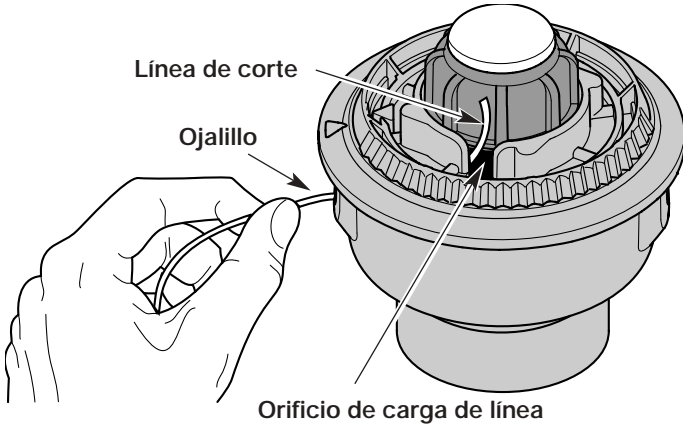

Fig. 13
3. Saque la línea vieja por los orificios de carga y de cierre de línea (Fig. 13 y 14).
4. Inserte una pieza de línea de corte dentro de uno de los ojalillos de la bobina exterior. Páselo hacia arriba a través del orificio de carga del carrete interior (Fig. 13). No doble la línea al insertarla en el ojalillo.